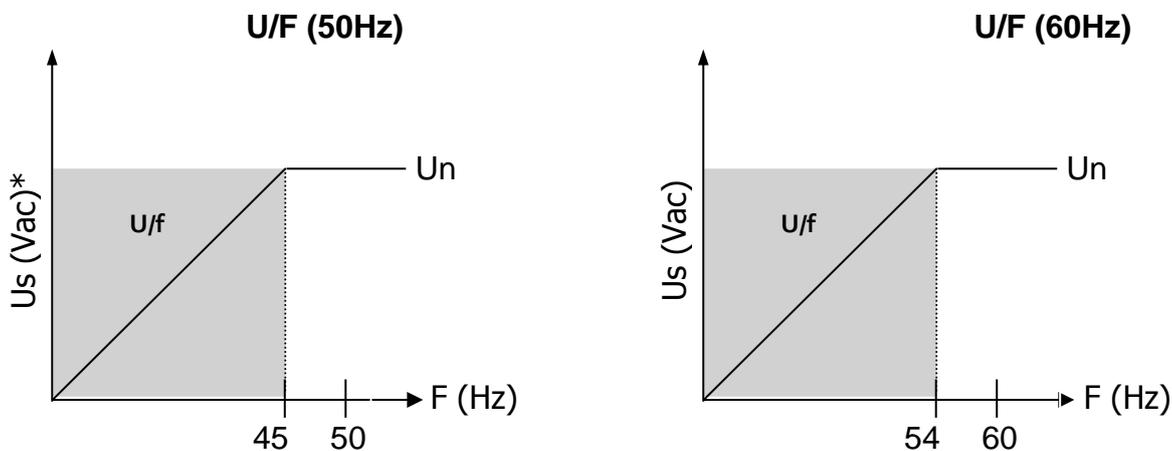

Figura 11.2: Operação da proteção U/F
O trimpot **U/F** determina o ponto de atuação do modo U/F, que pode ser desde a frequência nominal (F_n) até $1/3$ de F_n , cujo valor sai ajustado de fábrica 10% abaixo da F_n . Para operação em 60Hz é ajustado para 54Hz e para operação em 50Hz é ajustado para 45Hz (ver Figura 11.2), cujo valor pode ser alterado de acordo com a necessidade de cada aplicação.
1. Não deixar a proteção U/F aberta. A configuração deve ser feita conforme Figura 11.2 para evitar problemas no desligamento. A frequência limitada pelo U/F é a frequência da forma de onda que se encontra na entrada de alimentação do circuito e não para entrada de realimentação (tensão de saída do alternador).